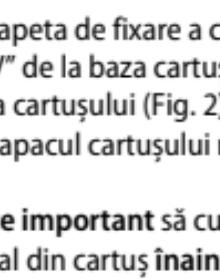

Fig. 2
- b) Ridicați clapeta de fixare a cartușului și introduceți cartușul cu semnul „V” de la baza cartușului orientat în jos. Lăsați în jos clapeta de fixare a cartușului (Fig. 2).